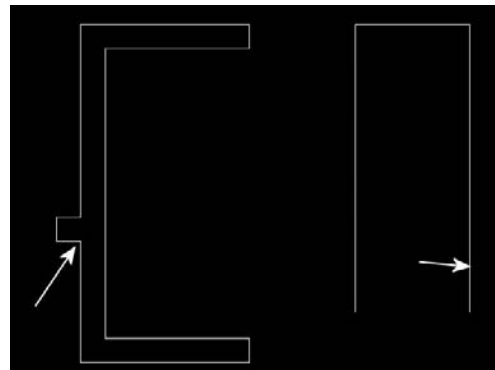

Fig.18.11
- 7 Entrez B pour activer l'option **Point de Bas** (Base point) et pointez le point de passage de la trajectoire (fig.18.11).